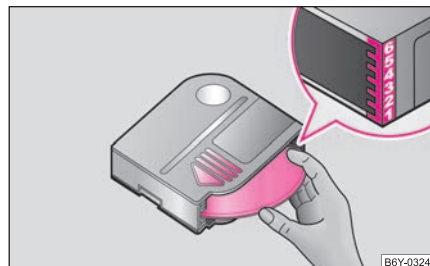

**Fig. 129** Caricamento di un CD nel cambia CD
- Introdurre completamente il magazzino con la freccia rivolta verso l'alto ⇒ **fig. 129**. La punta della freccia sul magazzino deve essere rivolta verso il vano di alloggiamento del magazzino.
- Tenere il magazzino con la freccia rivolta verso l'alto ⇒ **fig. 129**.
- Introdurre uno alla volta i **CD con il lato masterizzato rivolto verso il basso** nel magazzino fino a percepire lo scatto di innesto in posizione. Rispettare la sequenza dei CD sul lato destro del magazzino ⇒ **fig. 129**.